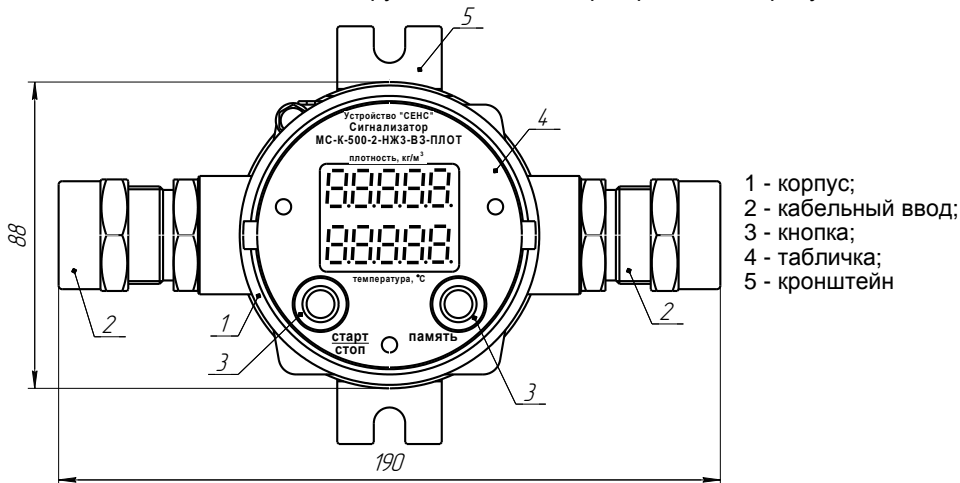

Рисунок 2
2.1.7 Управление работой сигнализатора осуществляется двумя кнопками (рисунок 2):